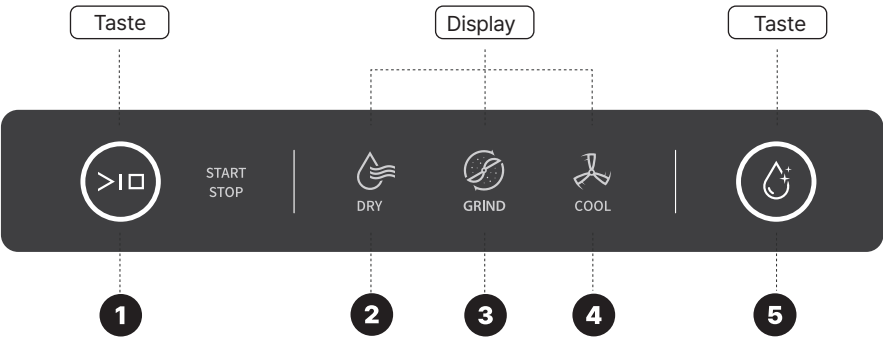

Abb. 2.1
- Zur Deaktivierung der Sprachanweisungen halten Sie die Taste „Clean“ (5, Abb. 2.1) bei geöffneter oder geschlossener Klappe länger als 5 Sekunden gedrückt; Sie hören: „Die Sprachanweisungsfunktion wurde deaktiviert.“